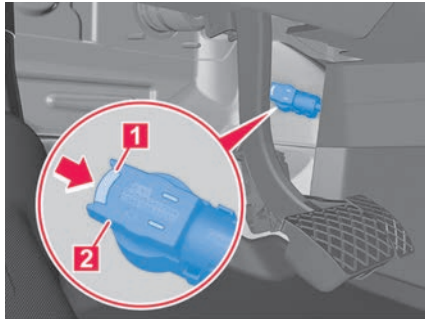

Abb. 201 Im Fahrerfußraum: Batterieauptschalter der Elektroanlage ausschalten.
2. Taste → **Abb. 201 1** gedrückt halten und Stecker **2** vom Massebolzen abziehen.
1. Stecker → **Abb. 201 2** bis zum spürbaren Einrasten auf den Massebolzen drücken, bis die Verriegelungssperre aufgehoben ist.